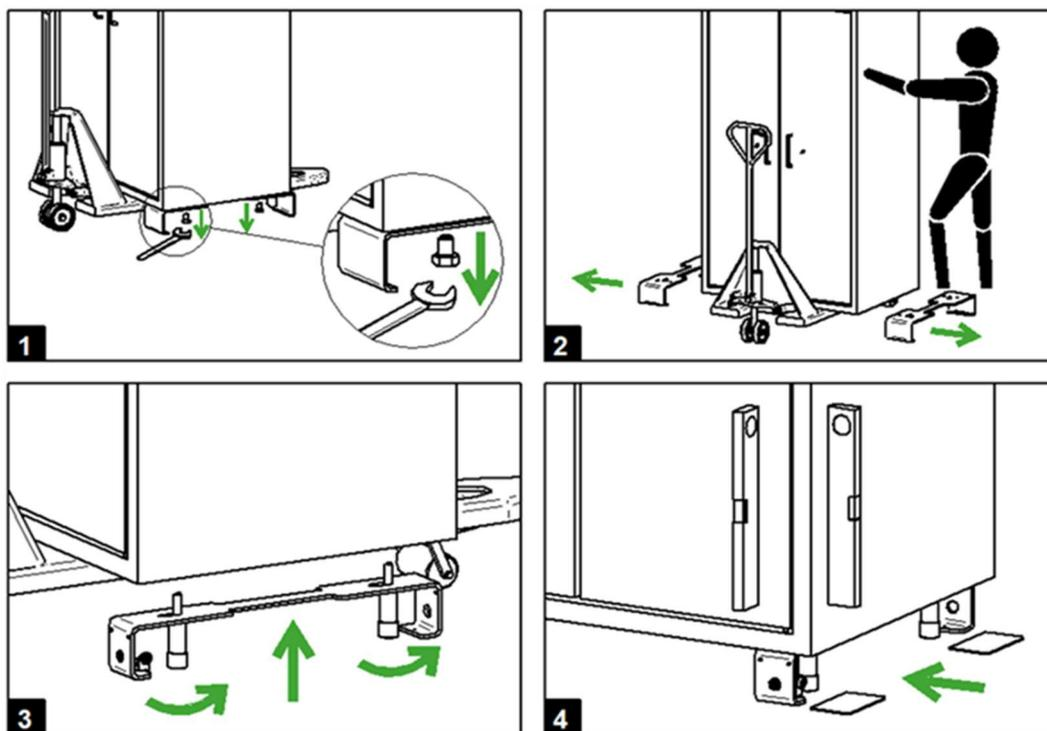

Fig. 14 : Monter les patins et les pieds de réglage
- ➔ Placer les plaques d'écartement en acier fournies sous le pied de réglage/le patin de support (Fig. 14, 4).